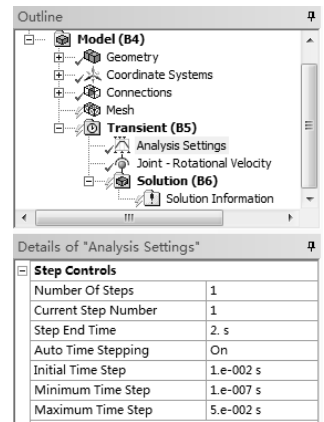

图 10-50 Analysis Settings
1) 在【Outline（分析树）】中选择【Transient（B5）】节点下的【Analysis Settings】节点，在详细设置窗口中设置【Step End Time】为 2s，如图 10-50 所示。